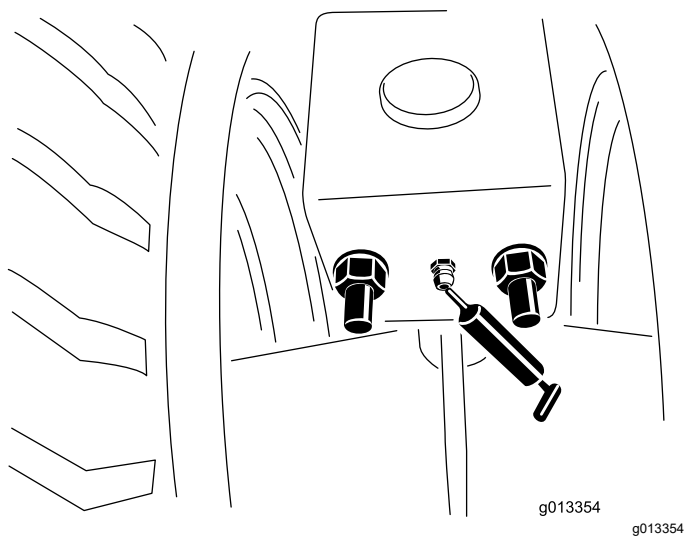

Figura 56
1. Curățați fittingurile de lubrifiere (Figura 56).